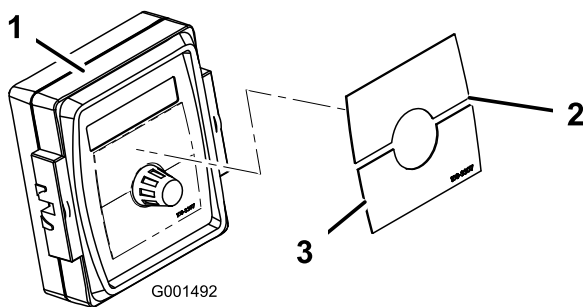

Figure 24
4. Apposez l'autocollant Spray Pro sur le moniteur (Figure 24).